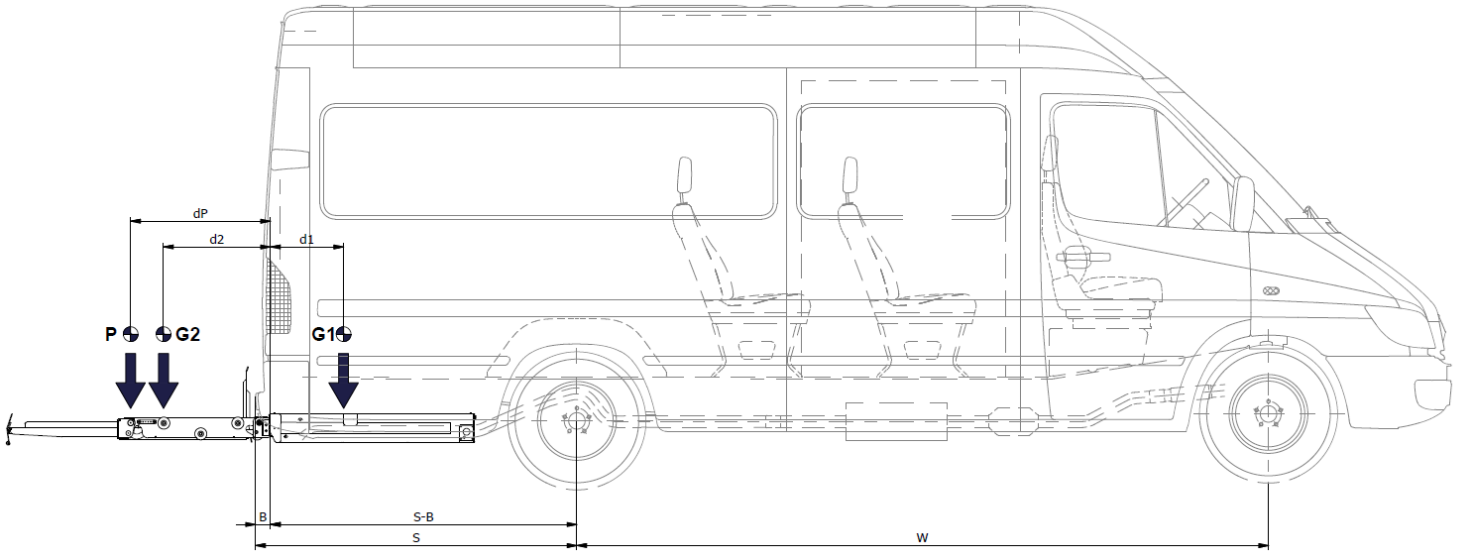

Fig. 3
3.1.1 Installazione posteriore: (Fig. 3)
- Facendo riferimento a Fig. 3, ricavare da **tabella 1** dati significativi del sollevatore da installare; di seguito è riportata una descrizione sintetica di tali dati:
3.1.1 Rear Installation: Fig. 3
- Get from **table 1** using as reference Fig. 3 –, the data of the lift to install, find follow a synthetic description of these data: